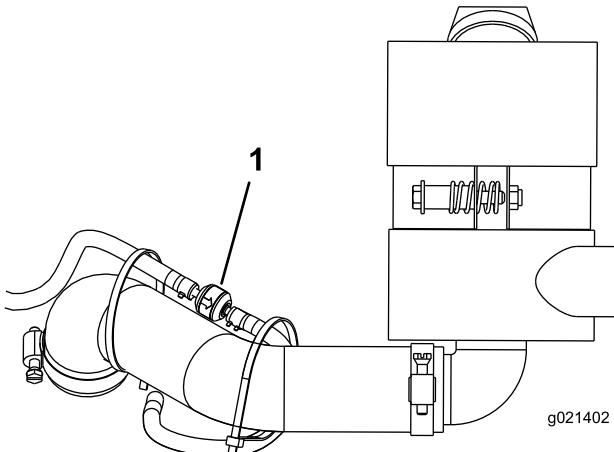

Figura 45
1. Afloje las abrazaderas que sujetan el filtro de aire del cartucho de carbón a las mangueras (Figura 45). Las mangueras y el filtro de aire del cartucho de carbón están sujetos con bridas a la manguera del limpiador de aire.
3. Retire y deseche el filtro de aire del cartucho de carbón (Figura 45) Observe el sentido de la flecha del filtro.